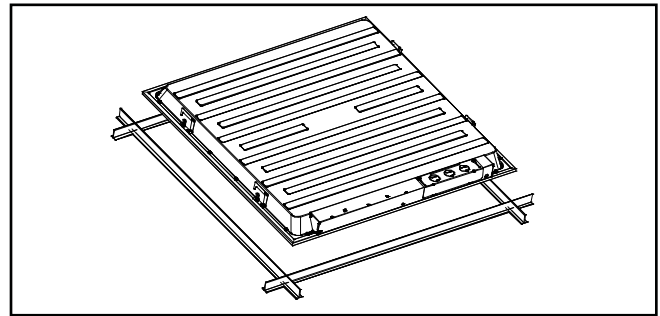

Figure 2
5. Passez le luminaire dans la grille à un angle de 45 degrés puis déposez-la sur la grille (Fig. 2).